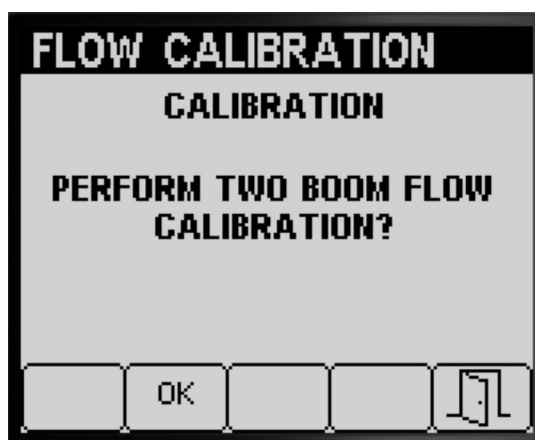

Figura 58
- Se non dovete eseguire una taratura di 2 sezioni di irrorazione, premete il pulsante 5 per tornare alla schermata Taratura (Figura 58).
Se avete completato una taratura di 3 sezioni di irrorazione, l'InfoCenter vi invita a eseguire una taratura di 2 sezioni di irrorazione (Figura 58); eseguite una delle azioni seguenti: